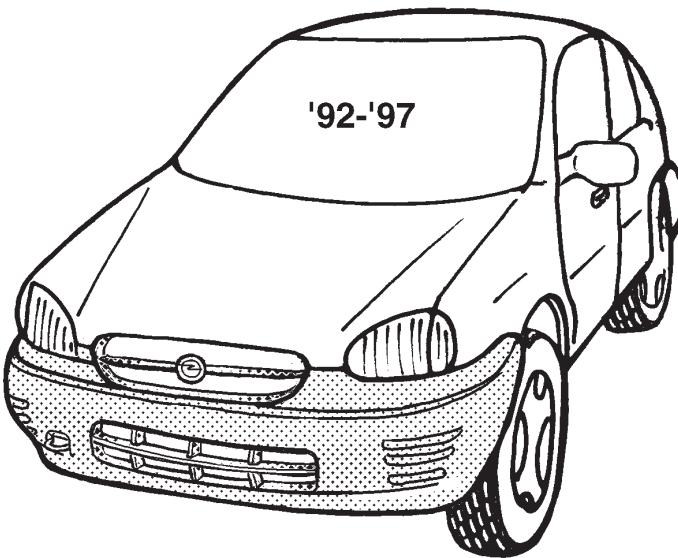
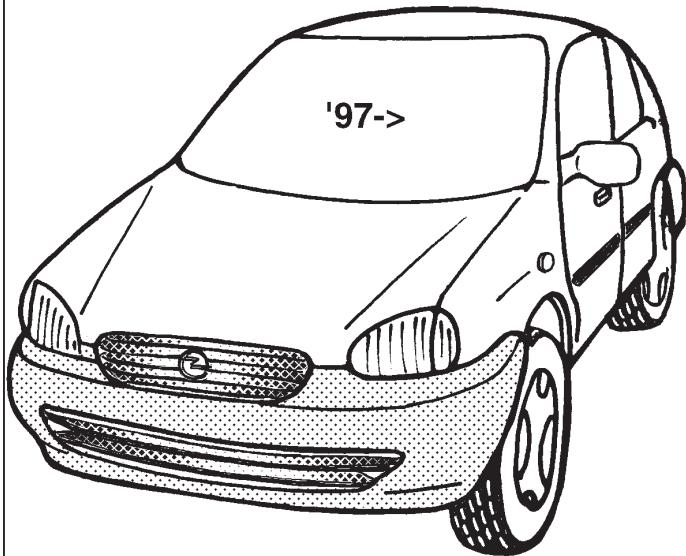

FIG.1
FIG.2
5. Sur les modèles -> 97 (figure 2), un trou a été préperforé au milieu de la partie plastique du pare-chocs. Percer au milieu de ce trou un trou de Ø63 mm. Sur les modèles 97 -> (figure 2), il faudra mettre le gabarit sur la paroi extérieure du pare-chocs conformément à la figure 3. Percer ensuite le trou indiqué de Ø63 mm. Replacer les pièces déposées au point 1 et remettre le revêtement à sa place d'origine. Monter la prise électrique à l'aide d'un collier de serrage et d'un boulon M8x30, y compris un écrou autofréiné. Tous les autres écrous sont autofréinés.
5. På modeller fremstillet før '97 (fig. 1) findes der en lille fordybning midt for på kunststof-kofangerdelen. Bor et hul på ø63mm i midten af dette hul. På 97-modeller (fig. 2) anbringes skabelonen på ydersiden af kofangeren ifølge fig. 3. Bor derefter det markerede hul ø63mm igennem. Monter de dele, der blev fjernet under punkt 1, og læg beklædningen på plads igen. Monter kontaktpladen med klemmecbjølen og én bolt M8x30 inklusiv selvlåsende møtrik. Alle øvrige møtrikker er selvlåsende.